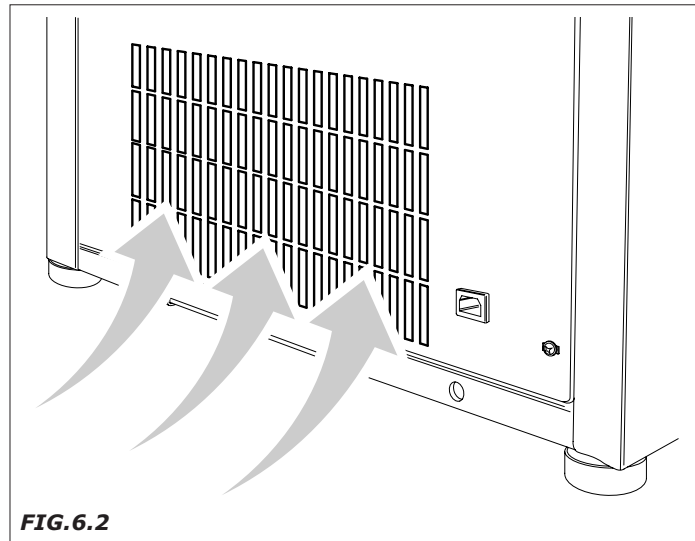

FIG.6.2
- Asegurarse de que las rejillas de ventilación del radiador se vean libres en todo momento de polvo o similares para garantizar una ventilación perfecta del grupo refrigerante (Fig 6.2).